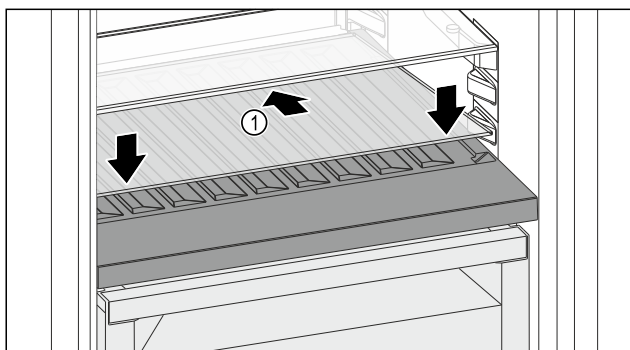

Fig. 211
- Posizionare il ripiano di vetro Fig. 211 (1) inclinato indietro e verso il basso.
- Abbassare la parte anteriore del ripiano di vetro Fig. 211 (1).